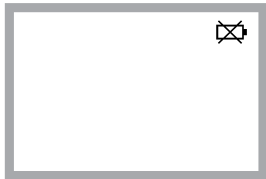

Figura 8
1. Dacă în colțul din dreapta sus al afișajului LCD apare simbolul „“ (a se vedea figura 8), este necesară schimbarea bateriilor.